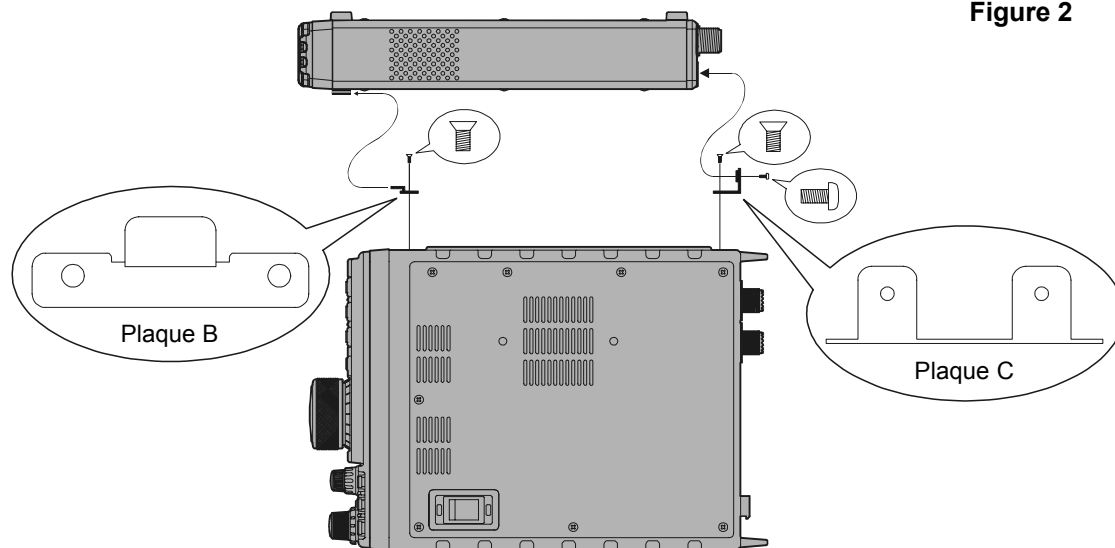

Figure 3
4. Pour installer le FC-30, placez le FC-30 de manière à ce que le côté de la plaque de montage «A» s'adapte à la plaque de montage «B» sur le FT-897D (Figure 3), puis fixez la plaque de montage «C» (sur le FT-897D) sur le FC-30 à l'aide des vis fournies (Figure 1).